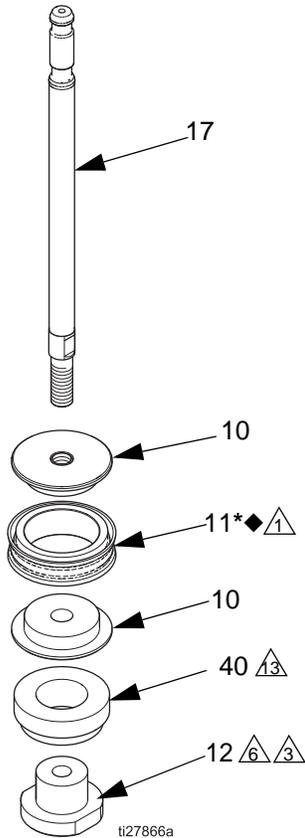

図 2. ピストンの分解又は組立て (1000cc、1500cc、および 2000cc モデルのみ)
1. 1000cc、1500cc、および 2000cc モデルのみ：半分づつのピストン（10）でピストンシール（11*◆）を挟み、互いにはめ込みます。図 2 ページ 7 を参照してください。